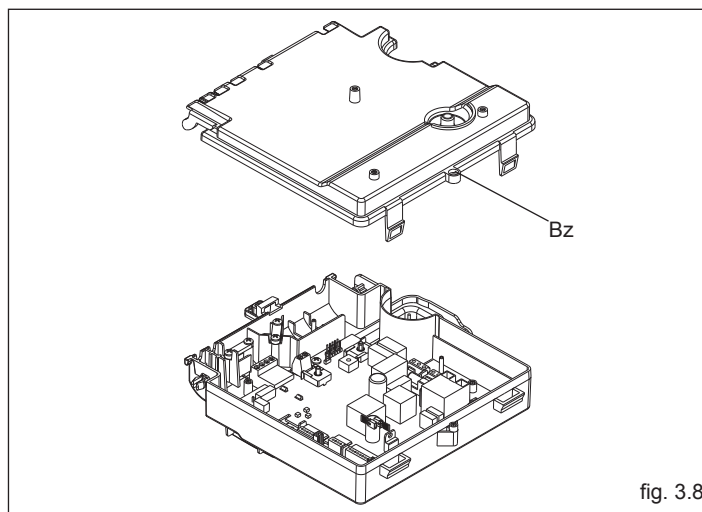

fig. 3.8
- svitare la vite (B) di fissaggio del coperchio morsettiera, quindi rimuoverlo (fig. 3.8)